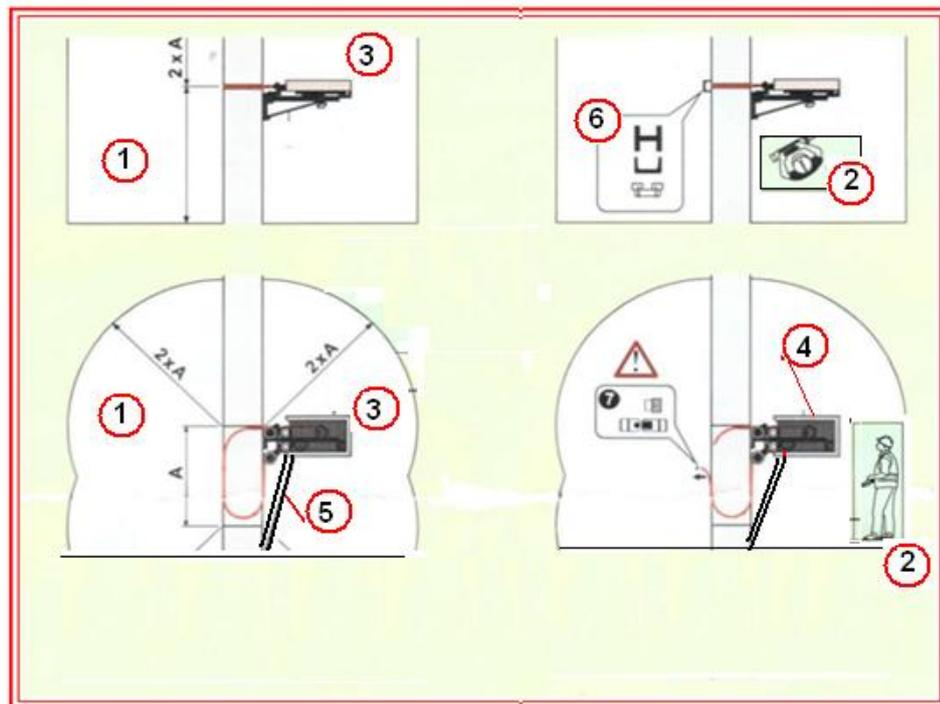

Рис.3.1. Опасные и рабочие зоны при прямом монтаже ОКР для резки вертикальных поверхностей (вертикальный рез)
3.4.1.7. Перед включением (пуском) машины обеспечить безопасность окружающих, в створе движения каната не должно быть нахождения людей и посторонних предметов на удалении, соответствующем зоне безопасности (рис. 3.1,3.2).
Безопасность выполнения работ обеспечивается определением и ограждением опасных и рабочих зон. Пример определения этих зон применительно к любым канатным машинам на рис. 3.1,3.2,3.3.